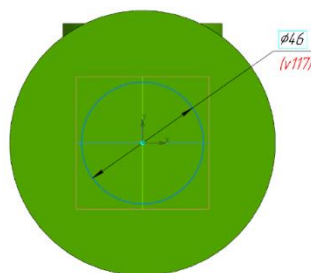

Рис. 7 Создание эскиза для команды «Вырезать выдавливанием»
- **Инструменты эскиза – Геометрия – Окружность.** Параметры команды Окружность: геометрические ограничения – Объединить центр окружности с началом координат; размерные зависимости – диаметр 46 мм (рис. 7).